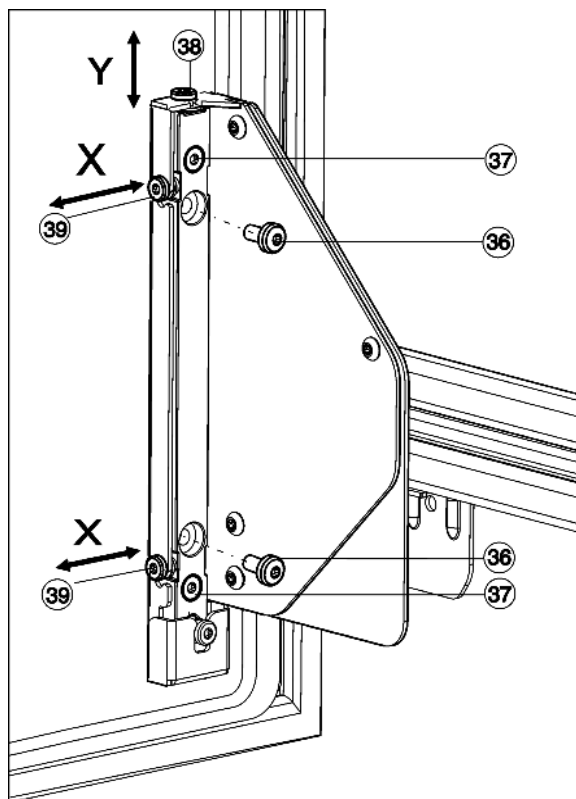

Fig. 23
- ▶ Полностью выкрутите винты Fig. 23 (36).
- ▷ Винты Fig. 23 (36) можно утилизировать, они больше не понадобятся.
- ▶ Отпустите винты Fig. 23 (37) только на 1-2 оборота.
- ▶ Вращайте регулировочный винт (38). По часовой стрелке: дверь сдвигается макс. на 4 мм вверх. Против часовой стрелки: дверь сдвигается макс. на 2 мм вниз.
- ▶ Снова затяните все винты Fig. 23 (37).
- ▶ Если винты Fig. 23 (36) ещё имеются, то выкрутите их полностью.
- ▶ Отрегулируйте установочные винты Fig. 23 (39) в зависимости от требуемого бокового направления юстировки.
- ▶ После окончания боковой юстировки снова прочно затяните винты Fig. 23 (37).